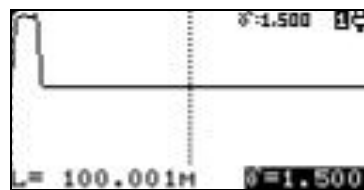

Рисунок 10
6.3.9 Установка величины коэффициента укорочения производится кнопками "УКОРОЧЕНИЕ" < , > в пределах от 1.000 до 7.000 (рисунок 10).